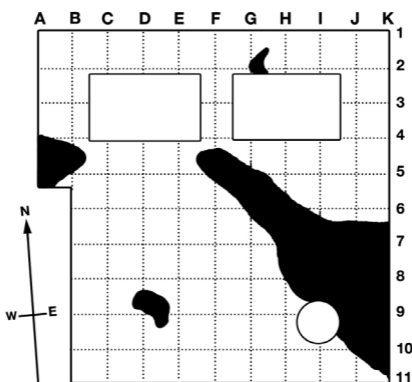

Fig. 5. Croquis de grille de toit
2. Sélectionnez une grille avec une portée pratique, 2 m (6 pi) par ex. Graduez la grille avec des chiffres et des lettres en hauteur et largeur respectivement. Reportez ce système de grille sur votre croquis du toit. Voir Fig. 5.
À la Fig. 5, la position A4 est le premier point de contact avec de l'humidité. Une poignée télescopique en aluminium peut être fixée au RWS lors d'un relevé d'humidité sur une surface plane afin d'éviter de se pencher lors de la prise de mesures. Au cours du relevé, un schéma de présence d'humidité se constitue et indique les zones qui requièrent de l'attention.